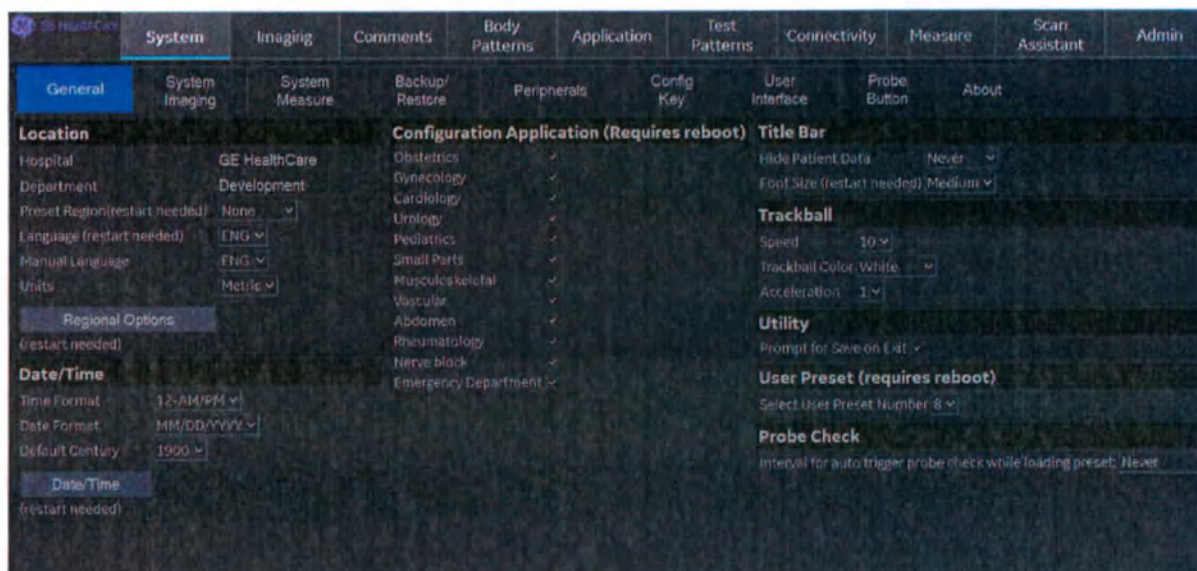

Рис. 3-58. Окно «Utility» (Утилиты)
- Войдите в окно «Utility» (Утилиты) после завершения процедуры включения питания. О том, как войти в окно «Utility» (Утилиты), ознакомьтесь с руководством пользователя. Окно «Utility» (Утилиты) отображается так, как показано ниже, см. Рис. 3-58. Включите систему.